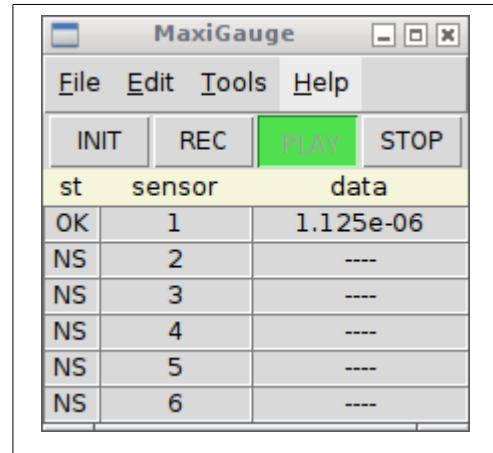

Figura 4. Interfaz gráfica maxiGaugeGui
**maxiGaugeGui.** Interfaz gráfica en la que aparece el estado de los sensores y su medida. Figura 4.